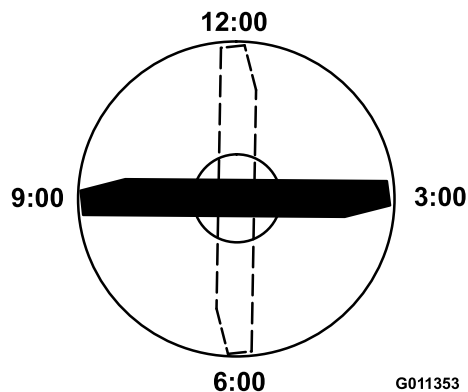

Figura 81
4. Orientate il tagliente dell'estremità marcata della lama sulle ore 12 (esattamente in avanti, nel senso di falciatura) (Figura 81) e misurate l'altezza tra il banco e il tagliente della lama.
5. Ruotate l'estremità marcata della lama sulle ore 3 e sulle ore 9 (Figura 81) e misurate le rispettive altezze.